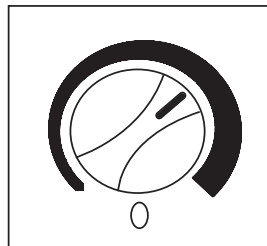

Fig.1
- Lorsque le refroidissement maximum est atteint, placez l'aiguille du bouton de commande de la temp. à la position de 2 heures sur le cadran gradué (**voir la Fig. 1**).